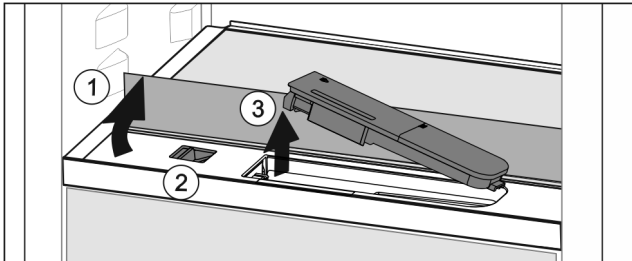

Fig. 134
- ▶ Glasplatte anheben und bis zum Anschlag nach hinten klappen Fig. 134 (1).
- ▶ Schieber Fig. 134 (2) nach links schieben.
- ▶ Wassertank entnehmen Fig. 134 (3).